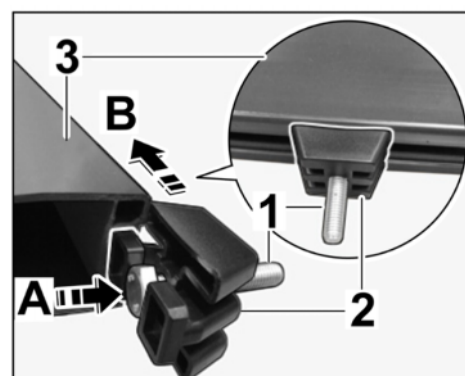

Figura 4
1.3.1 Colocar un tornillo hexagonal M8 x 45 con la cabeza enrasada con el bloque deslizante (plástico) (⇒ *Figura 4 -A-*).
1.3.2 Introducir el bloque deslizante (plástico) junto con el tornillo hexagonal M8 x 45 en la ranura de la parte inferior del portaesquís (⇒ *Figura 4 -B-*).